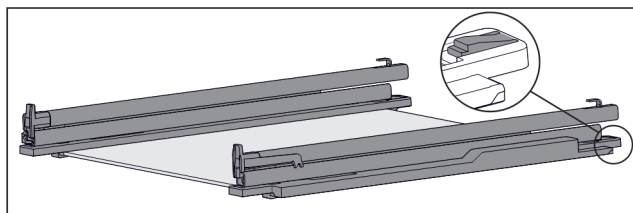

Fig. 109 Glasplaat met rails en vasthouddelen
- Vasthoudddeel achter omlaag duwen (zie Fig. 109) en tegelijk rails naar achteren schuiven.